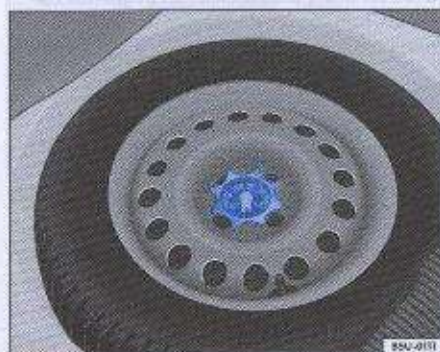

Fig. 124 Rueda de auxilio y acceso a la caja de herramientas
- Suelte y retire totalmente la manija en el centro de la rueda de auxilio ⇒ fig. 124.
- Suelte y retire totalmente la manija en el centro de la rueda de auxilio ⇒ página 194, fig. 124, girándola en el sentido antihorario.